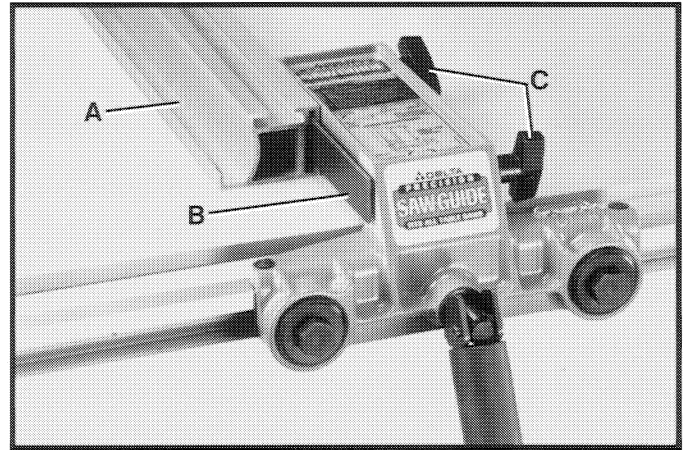
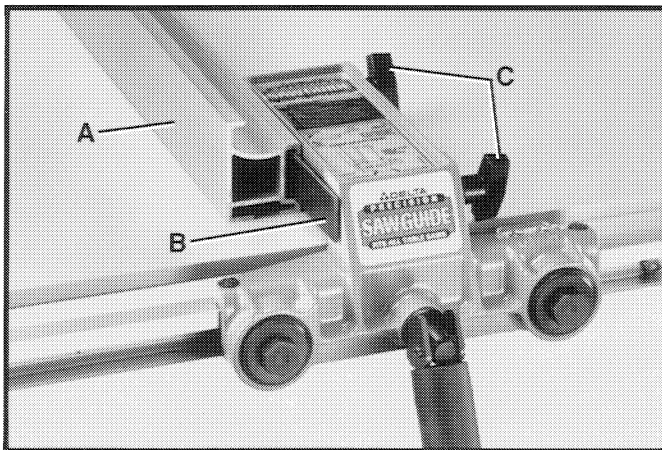

Fig. 47
Fig. 48
1. La guía (A) puede ensamblarse a la placa de abrazadera (B) en la posición horizontal ilustrada en la Fig. 47 o en la posición vertical ilustrada en la Fig. 48. Asegúrese que ambas perillas de cierre (C) estén aflojadas y deslice la guía (A) sobre el plato de abrazadera (B) según se ilustra. Apriete entonces las dos perillas de cierre (C).